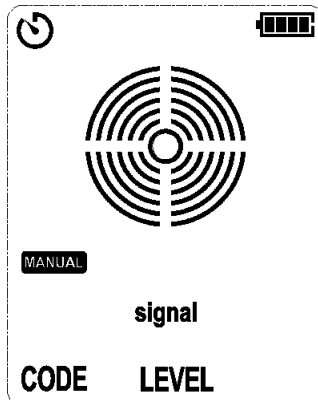

Figure 7.1.4a Aucun signal détecté
1. Appuyez brièvement sur le bouton "AUTO/MANUAL" (mode), puis l'écran LCD affiche "MANUAL", comme illustré à la figure 7.1.4a.
3. Pour obtenir un effet optimal lors du suivi d'un conducteur sous tension, veuillez aligner la sérigraphie (sur le dessus du capteur) sur le conducteur, comme le montrent les figures 7.1.4a et 7.1.4b. Si l'alignement n'est pas correct, le signal peut ne pas être détecté ou le code peut être erroné. Pour vérifier le sens du câble, tournez régulièrement le récepteur de 90 degrés. L'intensité du signal atteint son maximum lorsque le câble est aligné avec la sérigraphie. En fonction des différences de signaux détectés, le récepteur détecte automatiquement si le câble est sous tension